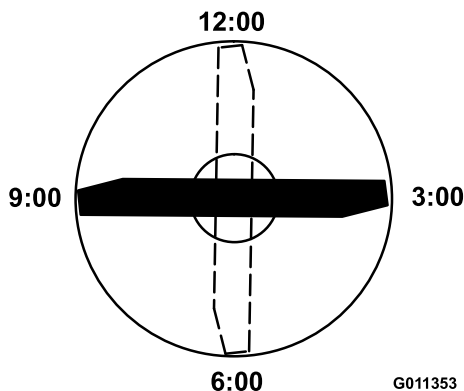

图 83
4. 将刀片带标记一端的刀刃放在 12 点钟位置剪草方向的正前方 (图 83) 并测量从桌面到刀片刀刃的高度。
5. 将刀片的标记端旋转至 3 点钟和 9 点钟位置 (图 83) 并测量高度。